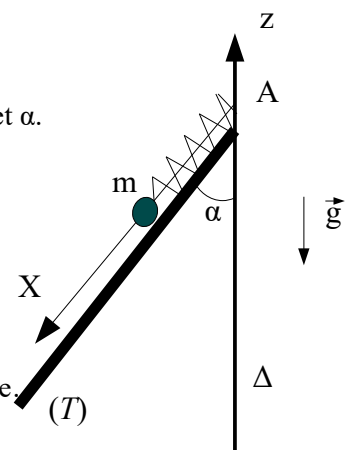

Figure 1
Le système représenté *figure 1* est constitué d'une glissière (T) soudée à un axe vertical  $\Delta$ . La glissière et l'axe  $\Delta$  font un angle  $\alpha$  constant. Sur la glissière peut osciller sans frottement une bille M de masse m attachée à un ressort fixé en un point fixe A de  $\Delta$ . Le ressort est à spires non jointives de raideur k de longueur à vide  $l_0$ . L'axe  $\Delta$  est fixe dans le référentiel du laboratoire.
On tire cette masse de  $x_0 = 3\text{cm}$  et on la lâche sans vitesse initiale. On pose  $x(t)$  l'allongement du ressort. Le dispositif est représenté *figure 1*.